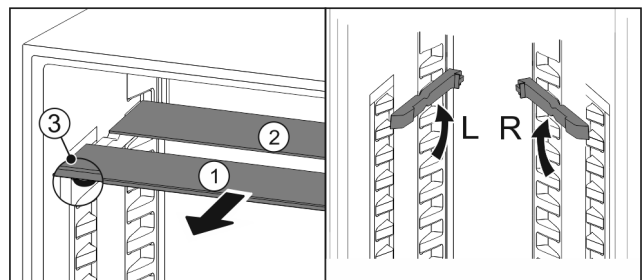

Fig. 91
- ▶ Sortir les tablettes par l'avant Fig. 91 (1).
- ▷ La tablette en verre Fig. 91 (1) avec bordure décorative est située à l'avant.
- ▷ Les butées Fig. 91 (3) sont orientées vers le bas.